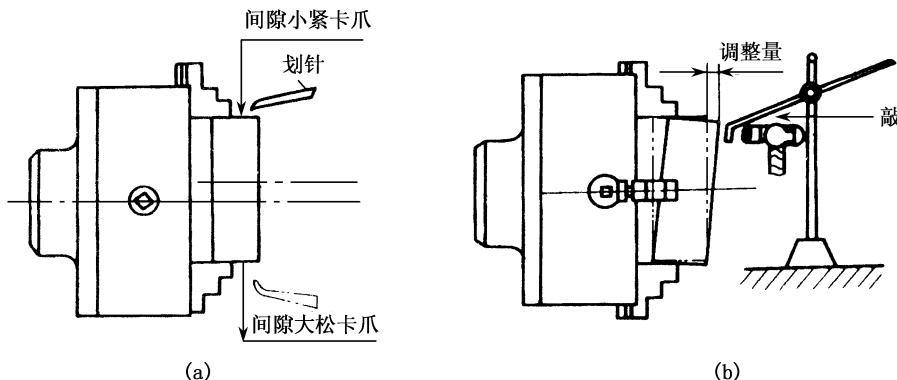

图 2-10 找正工件示意图
(1) 根据工件装夹处的尺寸调整卡爪，使其相对两爪的距离稍大于工件直径。卡爪位置是否与中心等距，可参考卡盘平面多圈同心圆线。
(2) 工件夹住部分不宜太长，一般为 10~15 mm。
(3) 找正工件外圆时，先使划针尖靠近工件外圆表面（图 2-10(a)），用手转动卡盘，观察工件表面与划针尖之间的间隙大小，然后根据间隙大小，调整相对卡爪位置，其调整量为间隙差值的一半。
(4) 找正工件平面时,先使划针尖靠近工件平面边缘处(图2-10(b)),用手转动卡盘观察划针与工件表面之间的间隙。调整时可用铜锤或铜棒敲正,调整量等于间隙差值。